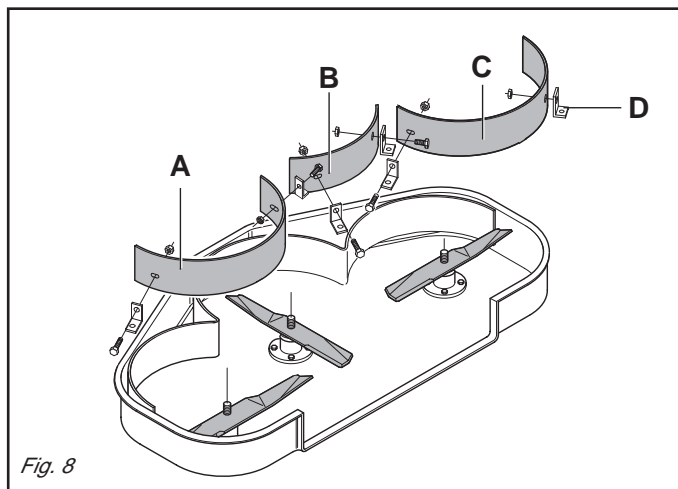
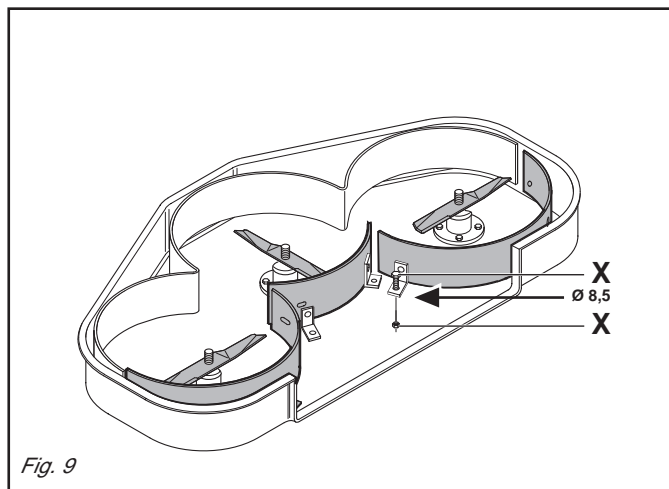

Fig. 8
Fig. 9
*Position the parts (A/B/C as in Fig. 8) and fix the brackets (D Fig. 8) to them using the screws supplied in the KIT.*
*Fit the resulting partitions inside the shell (Fig. 9), make sure that the blades are free to turn, then fix everything in place.*
Die Teile (A/B/C wie in Abb. 8) anordnen und die Bügel (D Abb. 8) mit den zum Bausatz gehörigen Schrauben daran befestigen. Die dadurch innerhalb des Gehäuses (Abb. 9) erhaltenen Wände positionieren und sicherstellen, dass die Messer sich frei bewegen können, um dann alles zu befestigen.
*Disposer les pièces (A/B/C comme illustré dans la Fig. 8) et fixer les plaques (D Fig. 8) à celles-ci avec les vis fournies dans le Kit.*
*Positionner les parois ainsi obtenues à l'intérieur de la coque (Fig. 9), s'assurer que les lames peuvent tourner librement et fixer le tout.*
Ubicar las piezas (A/B/C como se ve en la Fig. 8) y fijar los soportes (D Fig. 8) a las mismas con los tornillos presentes en el kit.
Posicionar las paredes obtenidas de este modo dentro de la estructura (Fig. 9), cerciorarse que las cuchillas puedan girar libremente y fijar todo el grupo.